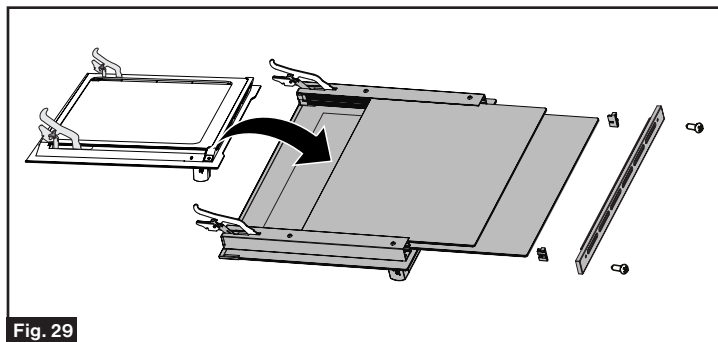

Fig. 29
6. Placez la porte sur un endroit plat protégé afin de ne pas endommager la porte vitrée. Le verre intérieur de la porte du four peut être facilement enlevé pour le nettoyage en dévissant les deux vis de fixation latérales. Nettoyez le verre à l'aide d'une éponge ou d'un chiffon doux avec de l'eau savonneuse ou un détergent approprié, ensuite essuyez-le. (Fig. 29)